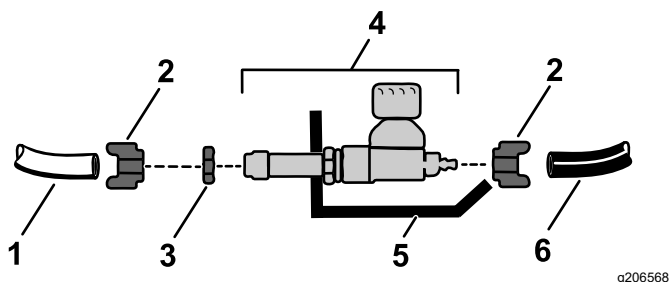

図 10
1. バルブボディから圧縮ナットを外す 図 10。
2. バルブからジャムナットを外す 図 10。
3. 外したジャムナットを使用してバルブをバルブマウントに固定する 図 10。
4. 圧縮ナットに、青色チューブと白色チューブを入れる 図 10。
5. 圧縮ナットをバルブに締め付けて青色チューブと白色チューブをバルブに固定する 図 10。